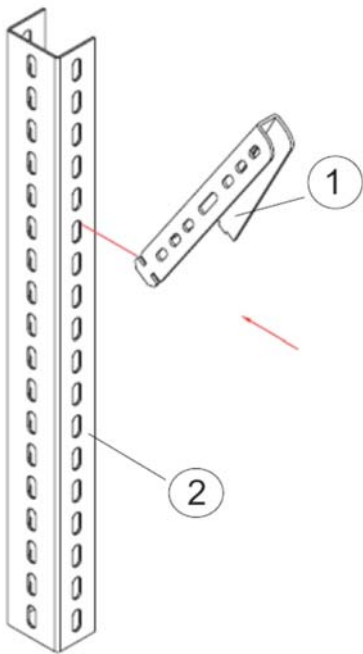

Рисунок 49
8.3.1 Повернуть кронштейн замковый позиция 1 (рисунок 49) на 90° так, чтобы замок был параллелен пазам перфорированного профиля позиция 2.